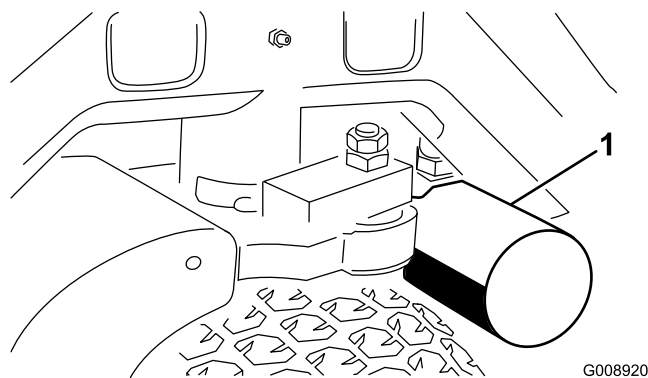
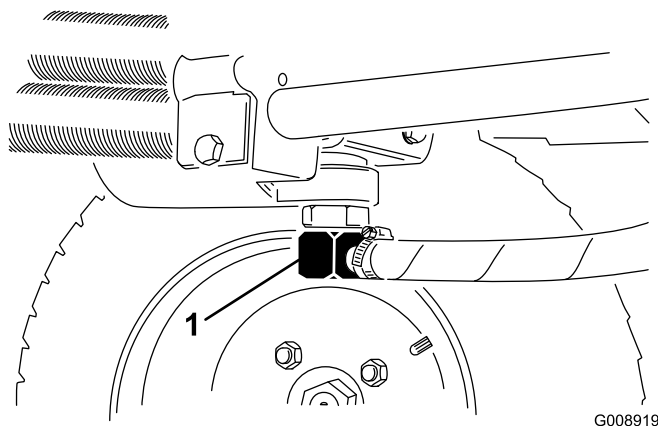

Figura 61
Figura 62
3. Pulite la superficie circostante il filtro. Collocate una bacinella di spurgo sotto il filtro (Figura 61), e togliete il filtro.
2. Scollegate il tubo idraulico (Figura 62) o togliete il filtro idraulico (Figura 61) e lasciate defluire il fluido idraulico in una bacinella. Quando il fluido idraulico cessa di defluire, montate il tubo idraulico.